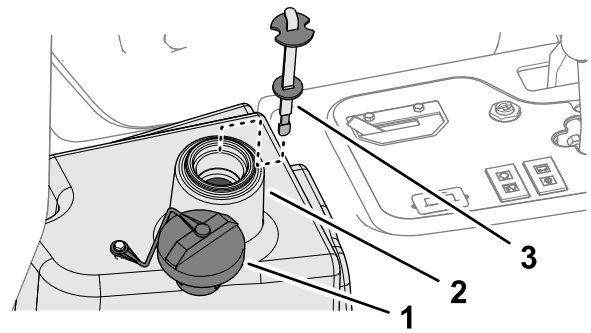

Bild 87
4. Füllen Sie den Behälter (Bild 87) mit ca. 22,7 Liter Hydrauliköl, siehe Hydrauliköl – technische Angaben \(Seite 61\).